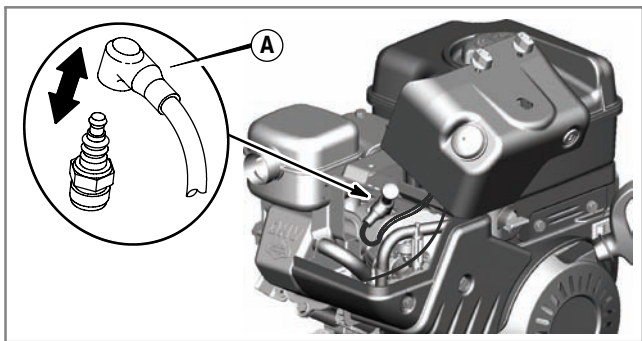

Figura 17
1. Con il motore spento ma ancora caldo, scollegare il cavo della candela (A) e allontanarlo (Figura 17).